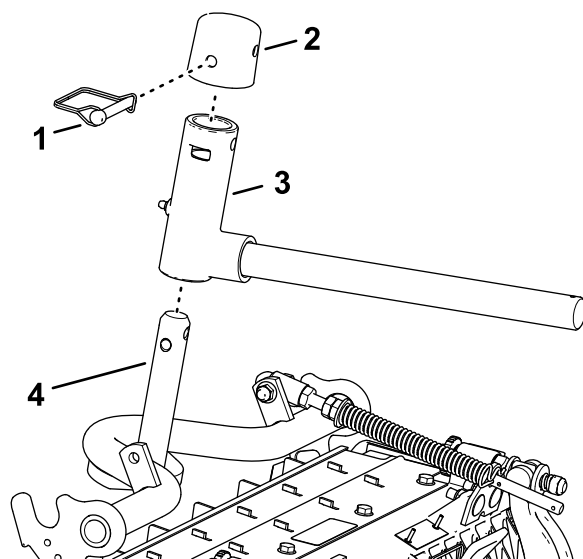

Figura 18
- Monte el brazo giratorio en el pivote del bastidor de tiro (Figura 18).